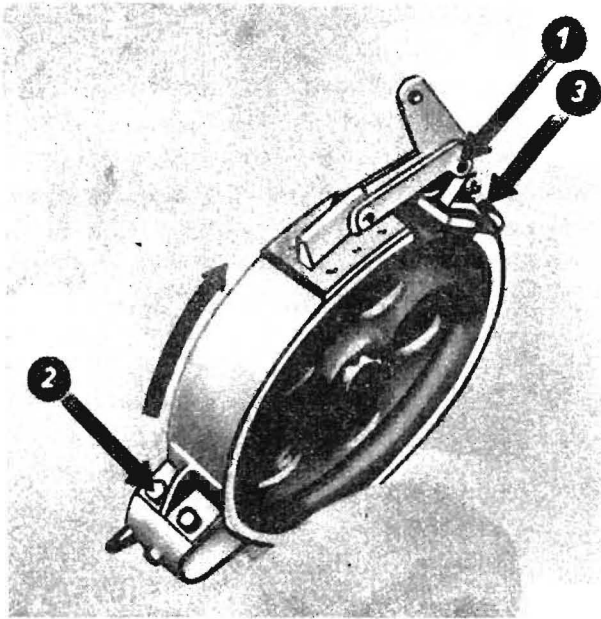

Bild 55 Demontage der Fußbremse
9. Demontage des Fußbremsbandes (Bild 55)